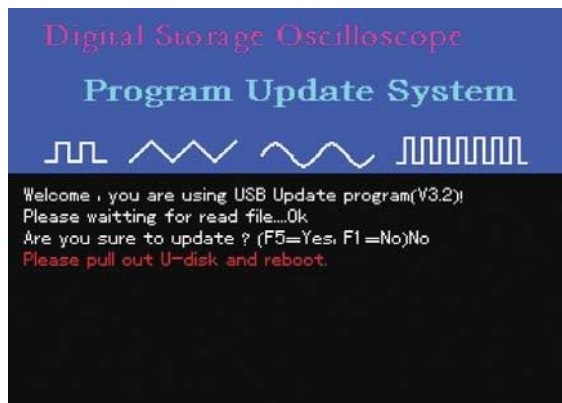

Abbildung 5-15
10. Wenn Sie während des Upgrades das Upgrade abbrechen möchten, nachdem das System festgestellt hat, dass das Upgrade-Paket korrekt ist, drücken Sie [F1], um das Upgrade-System zu verlassen. Es erscheint die Aufforderung in Abbildung 5-15: "Bitte U-Disk herausziehen und neu starten".